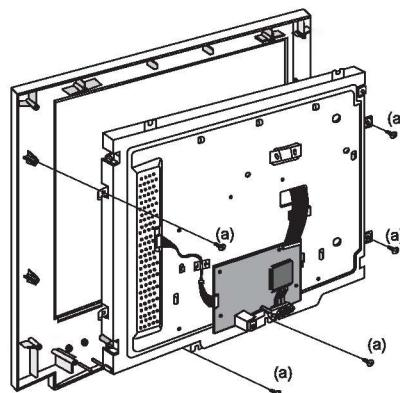

Рис. 4.5
- Выкручивают пять винтов (а) и снимают переднюю панель (рис. 4.5).